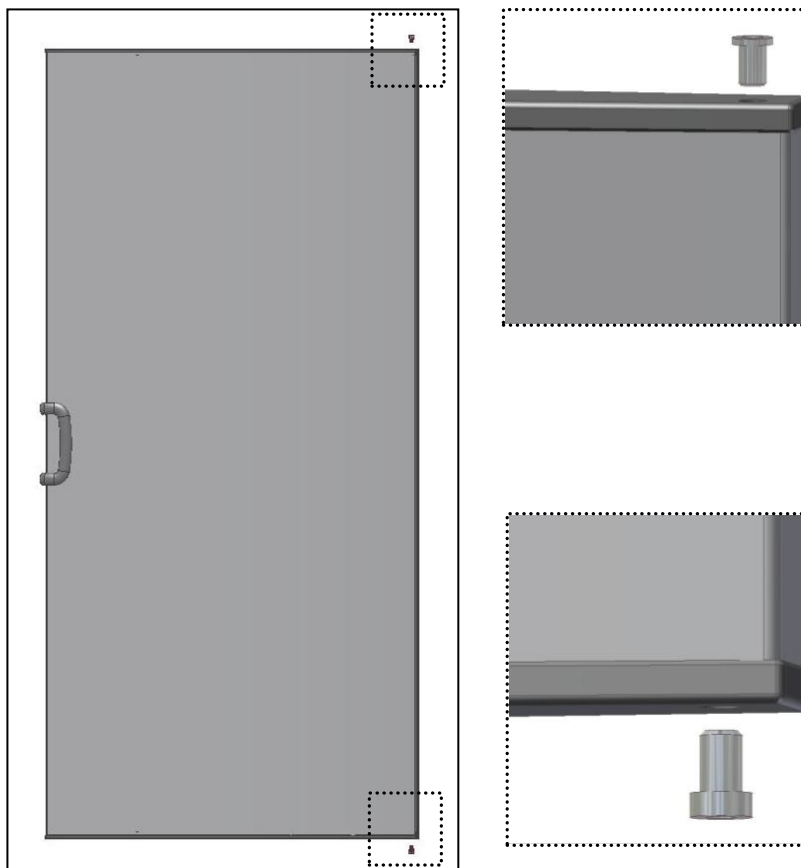

Fig. 8
- Colocar **el casquillo** en la parte inferior de la puerta (Fig.8).